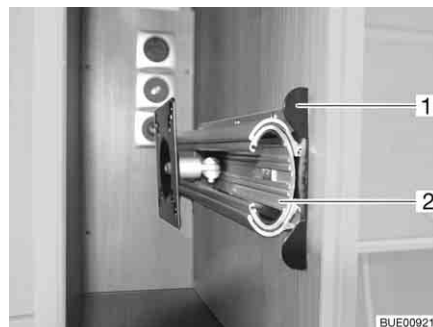

Bild 51 Halterung im TV-Schrank
- Entriegelungsleiste (Bild 51,1) hineindrücken.
- Auszug (Bild 51,2) bis zum Anschlag herausziehen.
- Auszug (Bild 51,2) einschieben, bis die Entriegelungsleiste (Bild 51,1) einrastet.